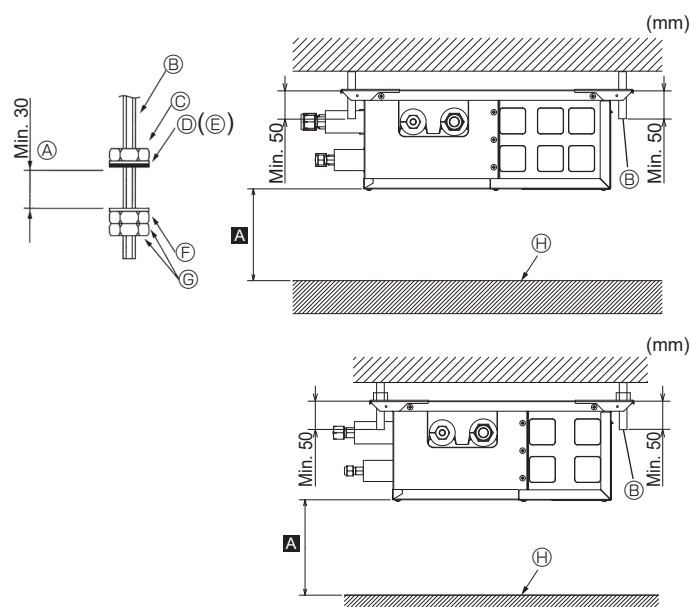

Fig. 5-1
- (2) Fixez les rondelles (①, ②) et les écrous (à acheter localement) sur les boulons de suspension. (Fig. 5-1 et voir "3.1. Vérifiez les accessoires et les pièces du Boîtier de dérivation")
- (3) Accrochez l'appareil sur les boulons de suspension.
- (4) Serrez correctement les écrous (vérifier la hauteur de plafond).
- (5) Utilisez un niveau pour ajuster la position horizontale du Boîtier de dérivation.